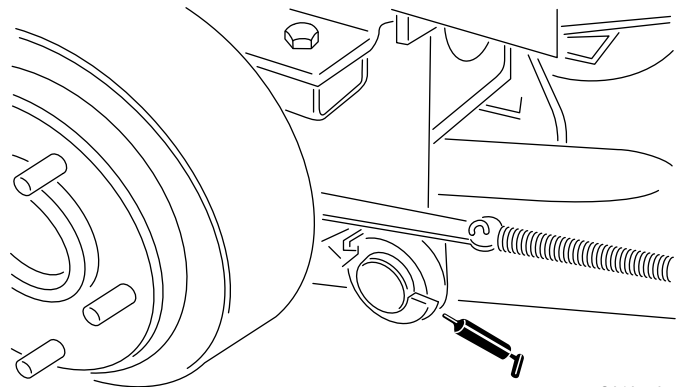

**Figura 18**
- Boccole (2) dell'asse della forcella delle ruote orientabili (Figura 18)